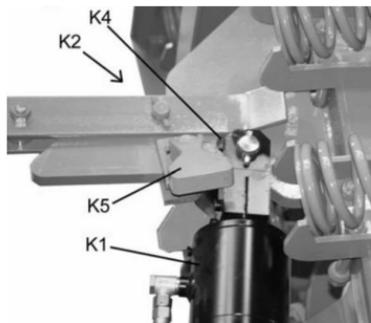

Рисунок 7.5.12 – Транспортное положение (Фиксатор K5 свободно свисает.)
- При переключении устройства управления на "Сложенное положение" (1-е положение давления) боковые детали складываются до конечного положения. При этом автоматически фиксируется предохранитель откидывания K2 (рисунок 7.5.12). Здесь фиксатор K5 свободно свисает. Предохранитель откидывания можно разблокировать с помощью гидравлики.